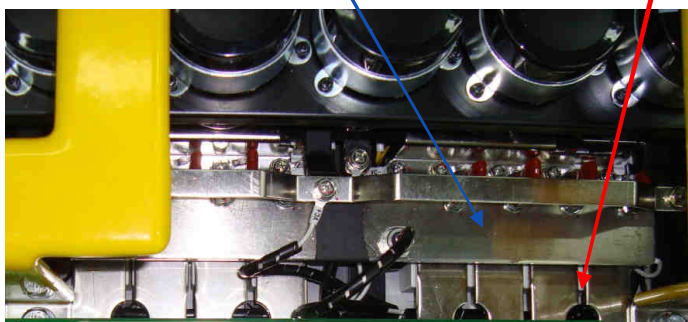

Рис. 4.14.
4.9.4. Проверить резисторы предзаряда (рис. 4.14), подсоединя мультиметр в режиме измерения сопротивления к цепи «R» и к выводу «+ (анод)» диода предзаряда. Показания прибора должны быть в пределах $60 \text{ Ом} \pm 10\%$. При иных показаниях прибора резистор предзаряда считается неисправным и подлежит замене.